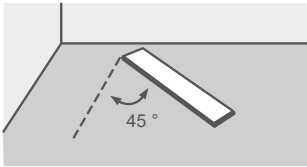

Рисунок 6
- 11.7 Расположить планку А длинной стороной под углом 45° к дополнительной линии, как показано на рисунке (см. Рисунок 6).